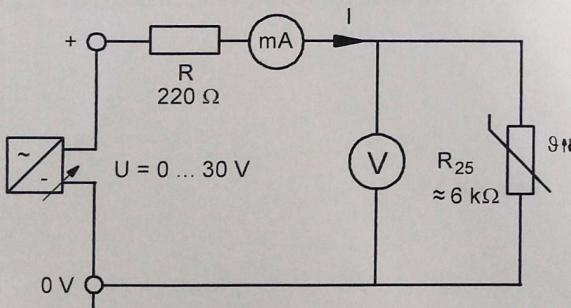

Abb. 4.3.2.1
- Der Versuch ist nach der Schaltung Abb. 4.3.2.1 aufzubauen und bei den in Tabelle 4.3.2.1 angegebenen Spannungen jeweils der Strom durch den NTC-Widerstand zu messen. Damit sich nach jeder Spannungsänderung ein thermisch stabiler Zustand einstellen kann, sind die einzelnen Messungen im zeitlichen Abstand von ca. 30 s durchzuführen.
- Zur Konstruktion der Kennlinien sind die Werte anschließend in das Kennlinienfeld in Abb. 4.3.2.2 zu übertragen.